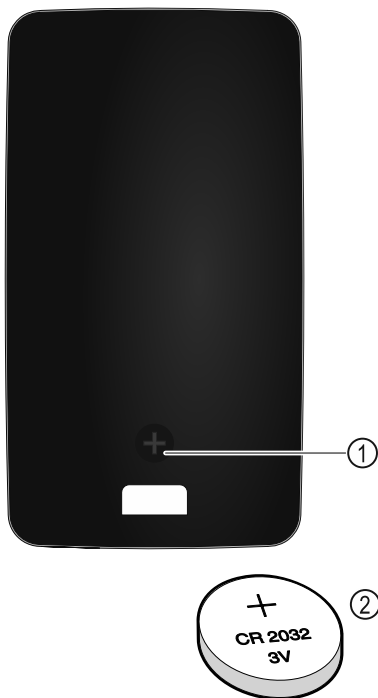

Fig. 223
Электропитание пульта дистанционного управления осуществляется через аккумуляторную батарею типа CR 2032 с 3В Fig. 223 (2), которую можно приобрести в специализированных магазинах.
- ▶ Выкрутите винт Fig. 223 (1) на обратной стороне пульта дистанционного управления.